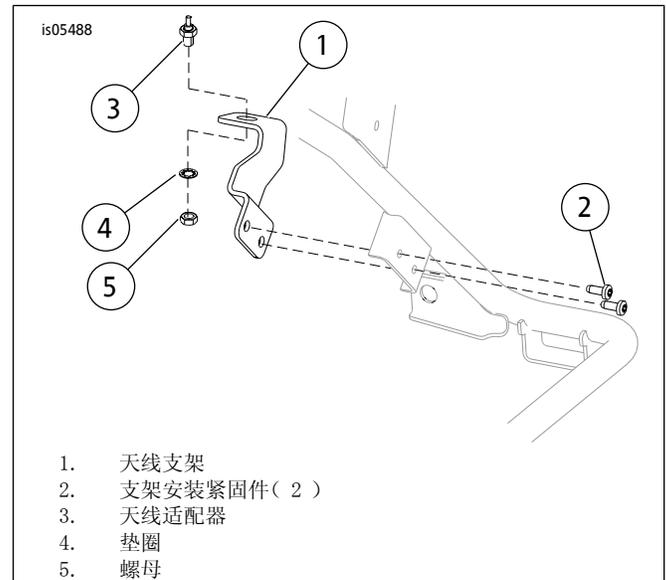

图1. 拆卸天线和支架
10. 参见图1。拆下天线支架( 1 )、安装紧固件( 2 )、天线安装螺母( 5 )、垫圈( 4 )和天线适配器( 3 )。保留天线和五金件，丢弃支架。